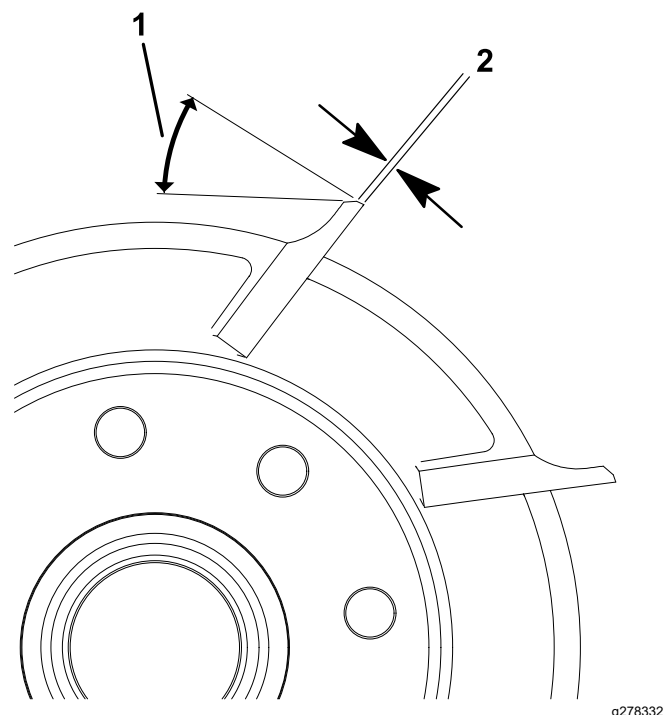

Рисунок 27
1. Выполните 30-градусное затыловочное шлифование всех ножей барабана так, чтобы ширина витка составляла 0,8 мм (Рисунок 27).